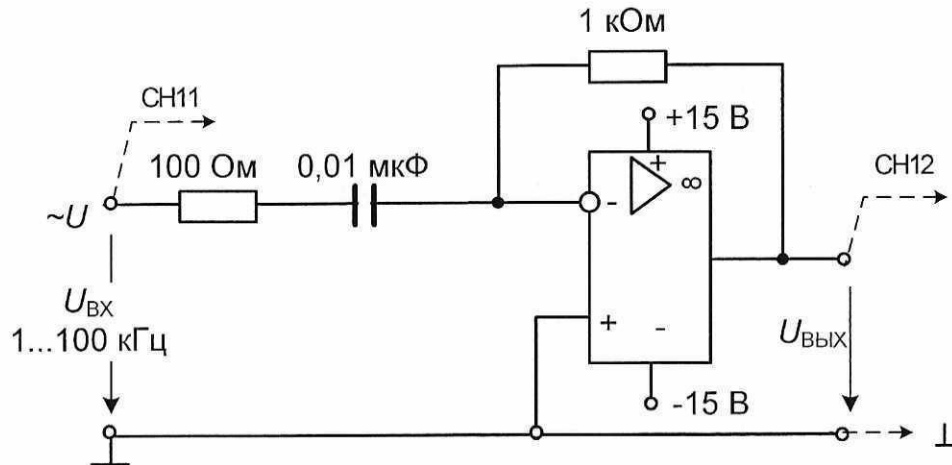

Рис.3.7.5
- Соберите цепь дифференцирующего усилителя (рис. 3.7.5). Включите осциллограф. Амплитуды напряжений в этом опыте, также как и в предыдущем, измеряются осциллографом с инвертированием выходного сигнала.